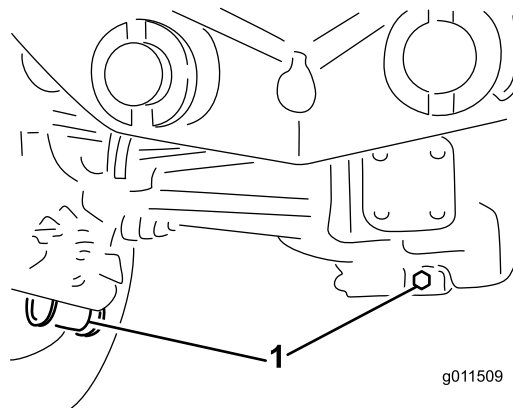

Figura 94
2. Pulite attorno ai tre tappi di spurgo, uno per lato ed uno in centro (Figura 94).